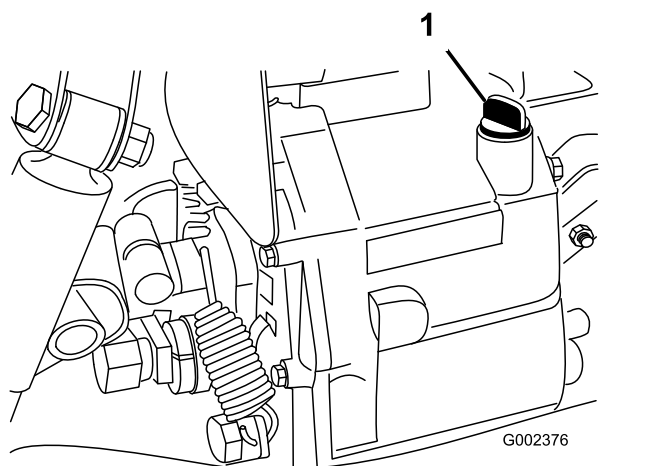

Figure 69
- Nettoyez la surface autour de la jauge (Figure 69).